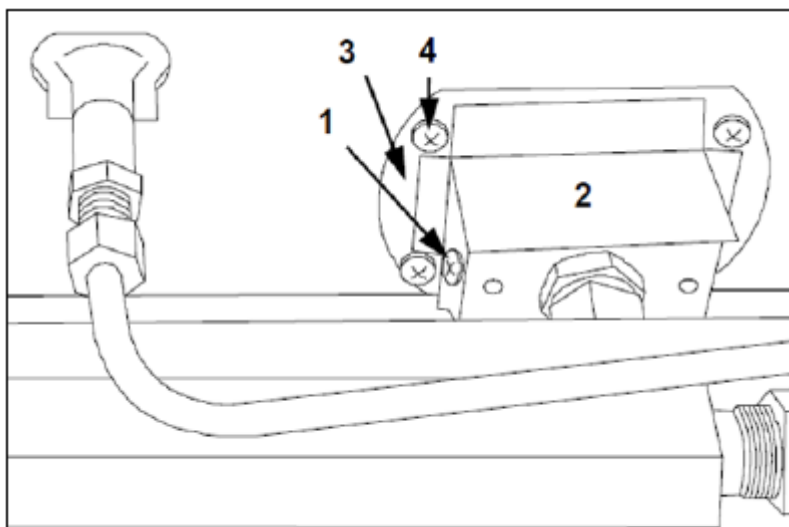

FIG.16
- Retirer le brûleur à régulation d'air (FIG.16-Ref.2) dévisser les vis (FIG.16-Ref.1) et le faire sortir ;
- Dévisser les 4 vis (FIG.16-Ref.4) faire sortir le brûleur (FIG.16-Ref.3) et le remplacer ;